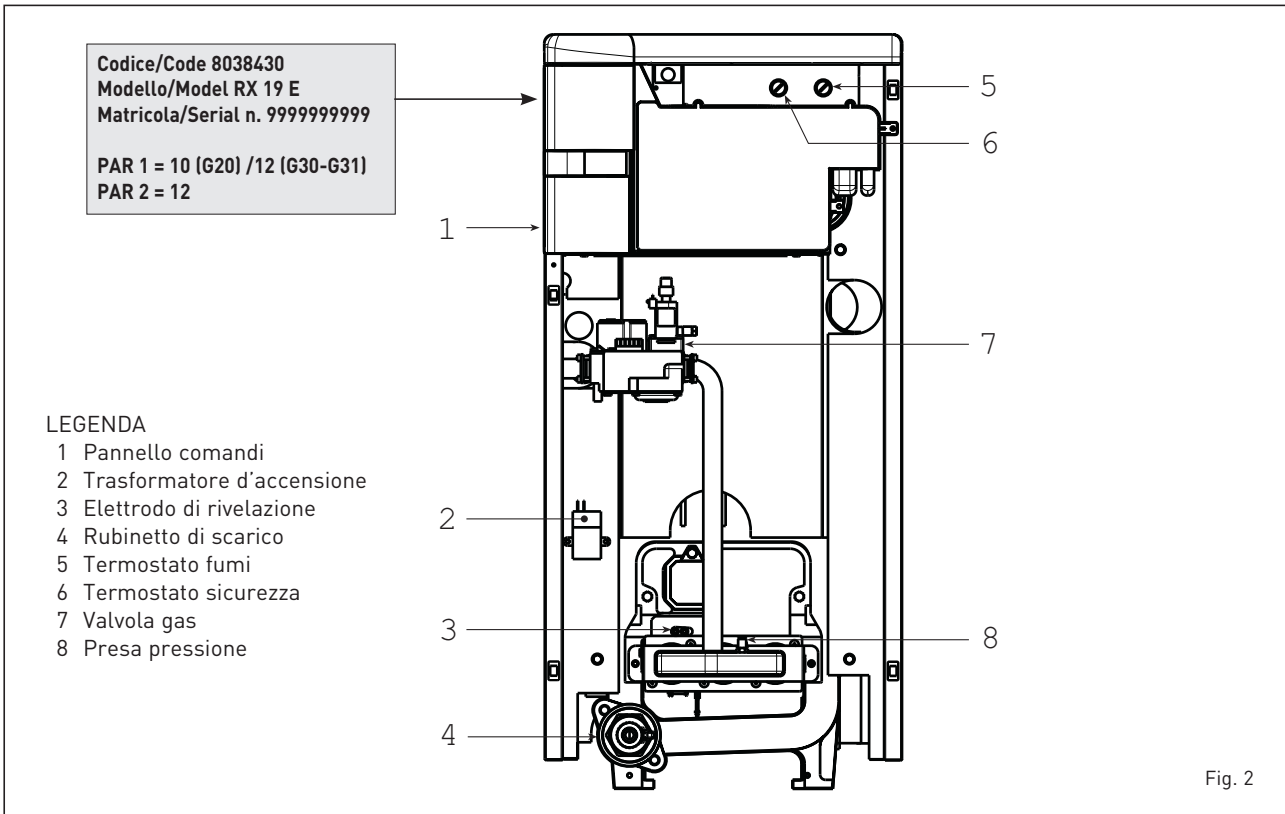

Fig. 2
1.4 COMPONENTI PRINCIPALI (fig. 2)